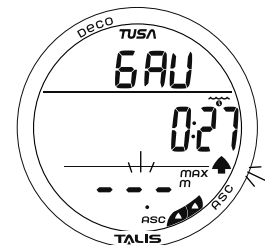

Abb. 85 - GAUG-DV3-HAUPTDISPLAY
**DV3-Hauptdisplay, Informationen beinhalten (Abb. 85):**